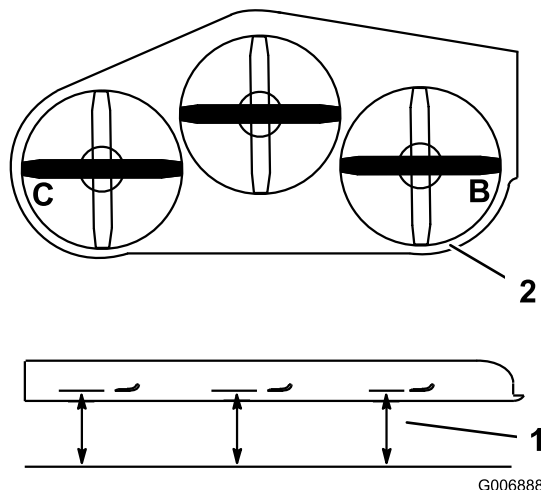

Figura 83
4. Mida en las posiciones **B** y **C** desde una superficie nivelada hasta el filo de corte de los extremos de las cuchillas (Figura 83).